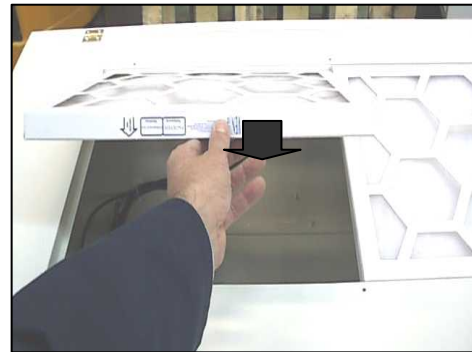

Fig. 62
- b) Sacar los prefiltros (Fig. 62).